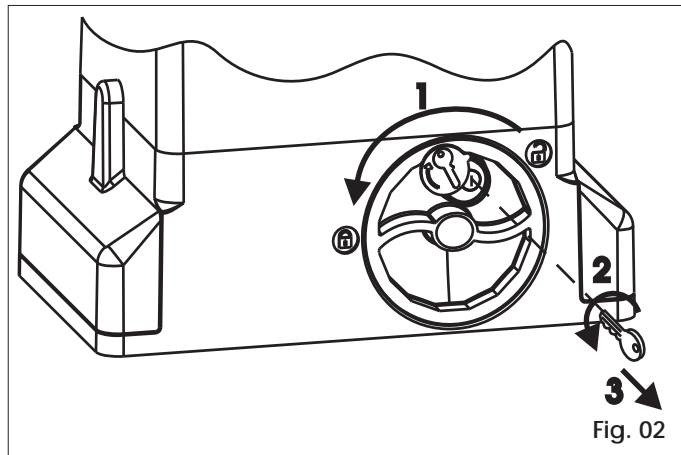

Fig. 02
- 2) Den Schlüssel im Gegenuhrzeigersinn drehen und vom Schloß abnehmen, Abb. 02 Bez. 2 und 3.